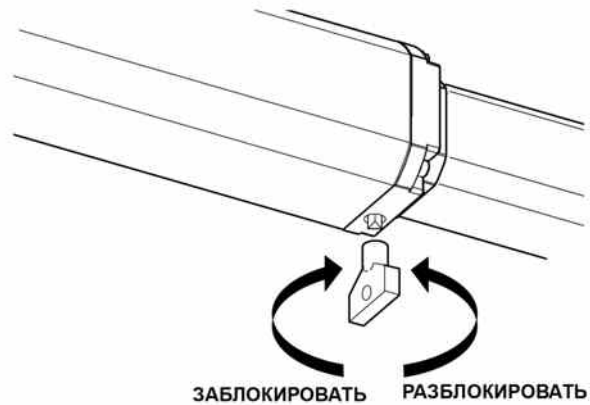

Рис. 15
- Вставьте треугольный ключ на выпускной винт, расположенный в нижней части фланца (рис.15).
- Для повторной блокировки рабочего устройства поверните ключ по часовой стрелке до упора (рис. 15).